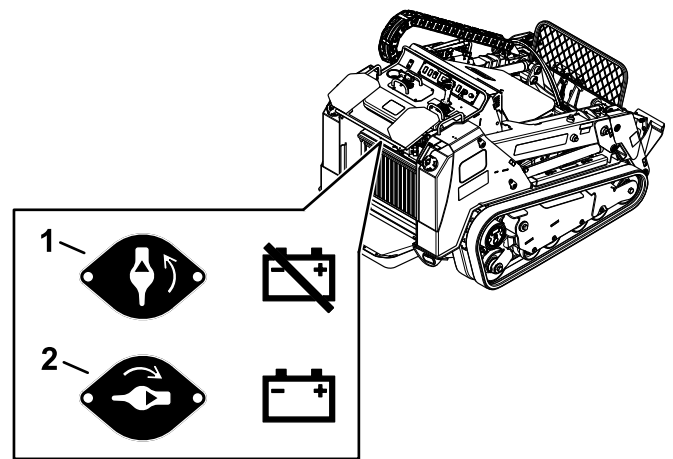

Figura 57
- Para suministrar energía eléctrica a la máquina, gire el interruptor de Desconexión de la batería en sentido horario a la posición de ENCENDIDO (Figura 57).
- Para interrumpir el suministro de energía eléctrica de la máquina, gire el interruptor de Desconexión de la batería en sentido antihorario a la posición de APAGADO (Figura 57).